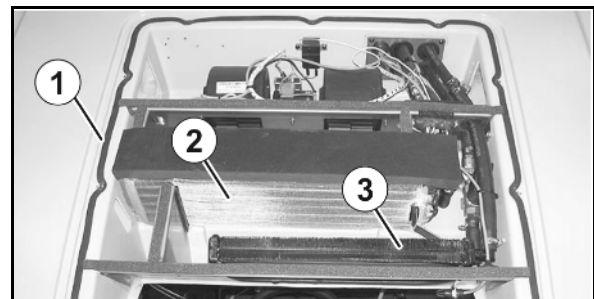

图 196
2. 用压缩空气（最高0.5 MPa）吹扫蒸发器（图 196/2）和热水散热器（图 196/3）。
3. 更新盖板下损坏的密封件（图 196/1）。